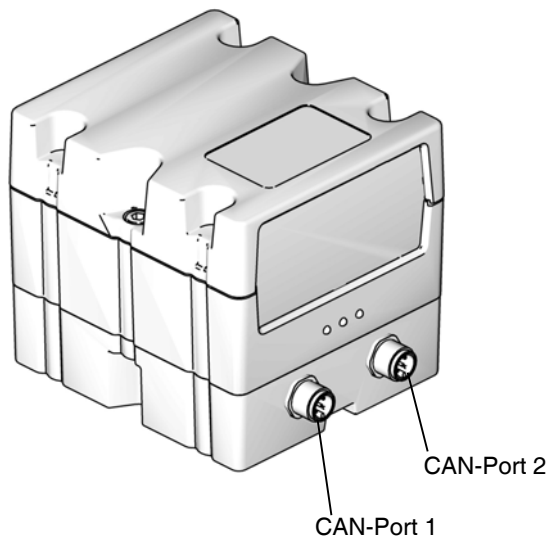

ABB. 36: CGM CAN-Anschlüsse
10. Das andere Ende des CAN-Kabels entweder am CAN-Anschluss 1 oder CAN-Anschluss 2 des CGM anbringen. Siehe ABB. 36. Der Anschluss kann an einem der beiden Anschlüsse erfolgen.